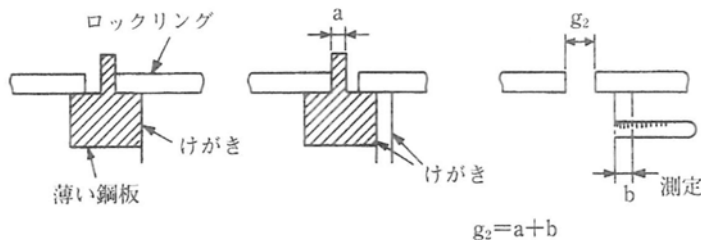

図 65 測定例
- (2) 受口と挿し口のすき間は狭いので、図 65 の方法で測定すると便利である。